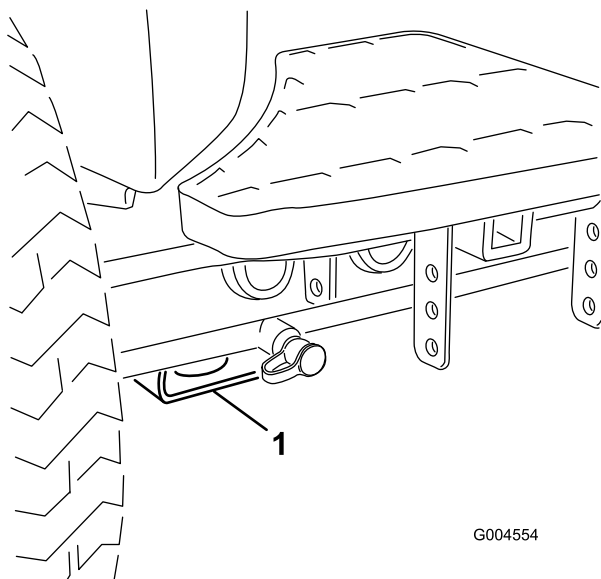

Figura 28
- **Parte anteriore della macchina** – Supporto rettangolare, sotto il tubo dell'assale, all'interno delle ruote anteriori (Figura 28).